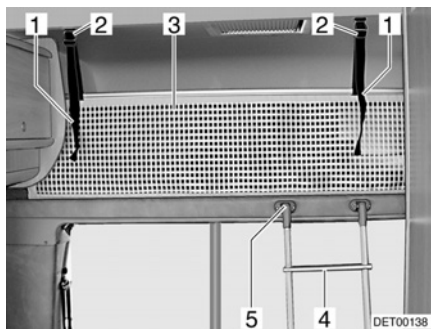

Fig. 50 Letto mansarda
Per salire sul letto mansarda, utilizzare la scaletta di accesso (Fig. 50,4) in dotazione ai modelli di serie.
- Agganciare la scalette con i longheroni nell'apposito supporto (Fig. 50,5) al pannello cieco del letto.
La rete protettiva (Fig. 50,3) è stivata sui modelli di serie tra il materasso e il telaio portamaterasso. Fissare la rete protettiva soltanto dopo che le persone si sono stese nel letto mansarda.
- Fare innestare i nastri di sostegno (Fig. 50,1) nei supporti sul soffitto (Fig. 50,2).